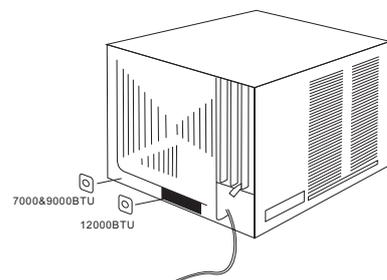

Abb. 13
1. Die beiden Verbindungsschrauben zwischen Gehäuse und Gerät herausdrehen (siehe Abb. 13).
6. Die beiden Montageplatten der Einheit einbauen (siehe Abb. 13).
2. Das Paneel vorsichtig herausnehmen, indem Sie es gleichzeitig am unteren linken Ende festhalten (siehe Abb. 13 und 14).